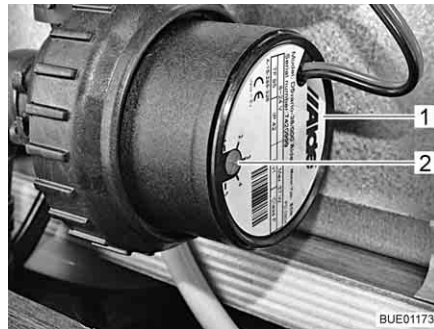

Fig. 200 Réduction de la vitesse de rotation
Le bouton tournant (Fig. 200,2) permet de régler la vitesse de rotation du circulateur. Une faible vitesse de rotation réduit les bruits de fonctionnement de la pompe.
Le bouton tournant se trouve sur le circulateur (Fig. 200,1).
- Tourner le bouton tournant (Fig. 200,2) dans le sens inverse des aiguilles d'une montre. La puissance est réduite.